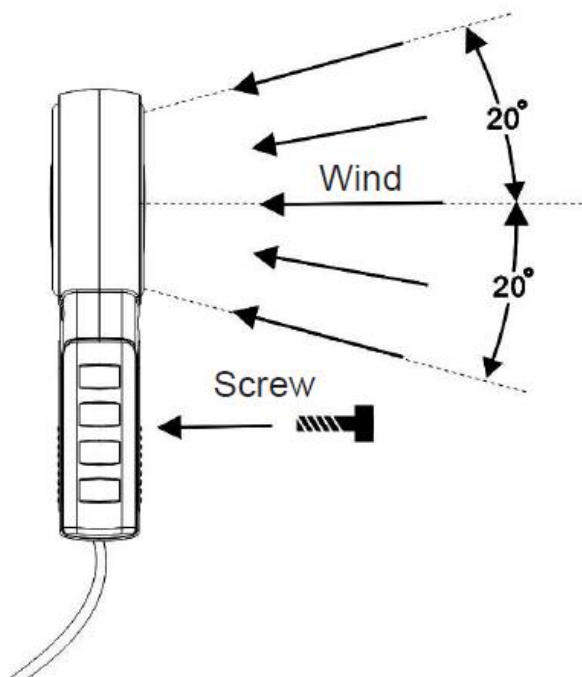

Рис. 4
4. Для проведения измерения скорости воздушного потока используйте рисунок 4. На этом рисунке показано направление движения воздушного потока.